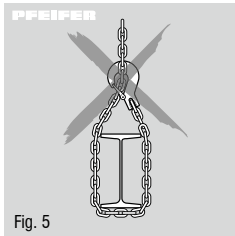

Fig. 5
- La chaîne de charge ne doit pas être utilisée comme chaîne d'arrimage (Fig. 5).